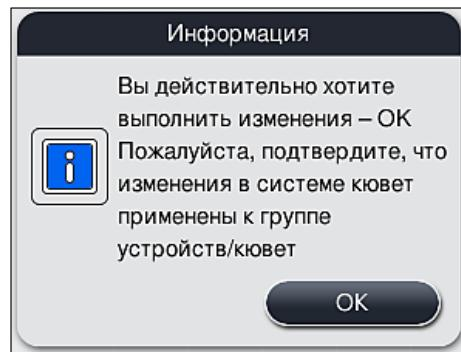

Рис. 62
2. Ознакомьтесь с информационными сообщениями, появляющимися после (→ "Рис. 62") (→ "Рис. 63"), и подтвердите их или нажмите **Отмена** (→ "Рис. 63") для возвращения в окно системы кювет.